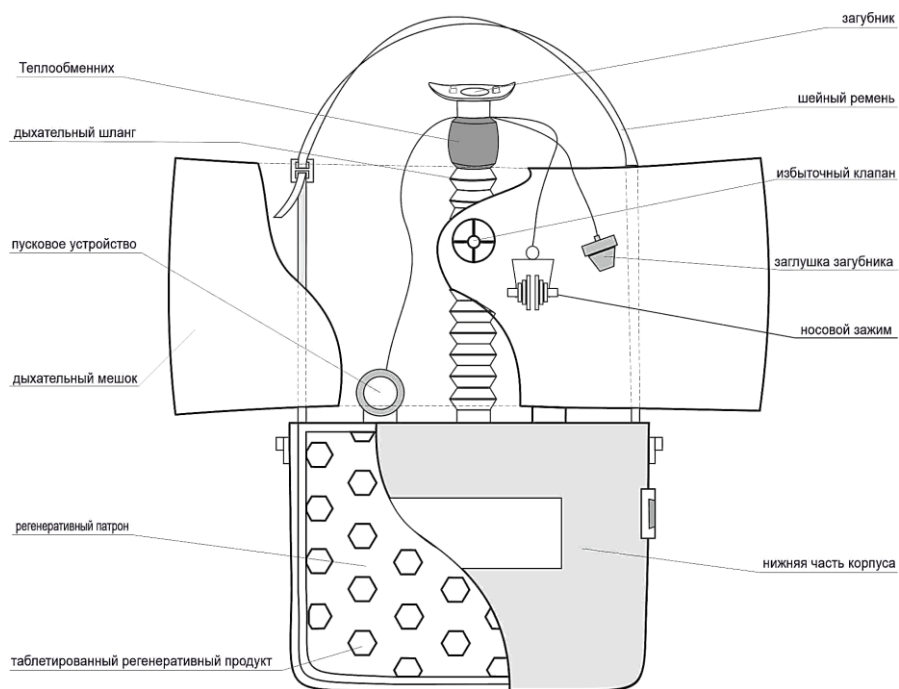

Рис. 3. Общее устройство самоспасателей с номинальным ВЗД 30, 85 и 90 минут.
5.3. Общее устройство самоспасателей с номинальным ВЗД 30, 85 и 90 минут представлена на рис.3.